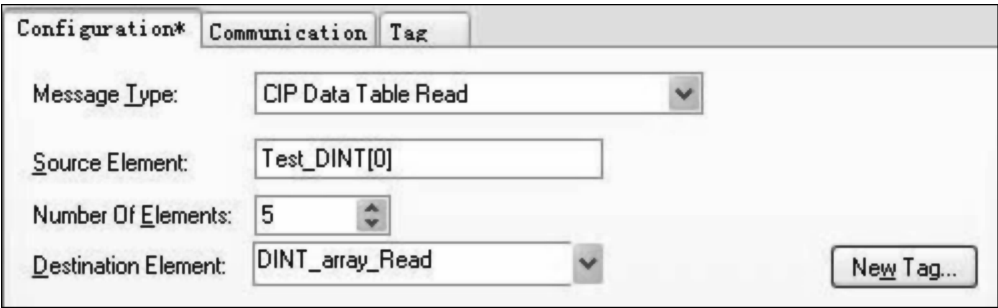

图 9-14 变量创建及属性设置
2) 对读 MSG 指令 M850 进行属性设置，“Message Type” 选项中选择 “CIP Data Table Read”，在 “Source Element” 项中输入已在 Micro850 控制器中创建的变量名称 “Test _ DINT [0]”，“Number Of Eleement” 项设置为 5。然后点击 “NEW TACT” 按键在 “Destination Element” 中新建变量 “DINT _ array _ Read”，如图 9-14 所示。